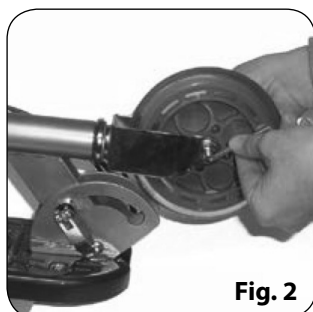

Fig. 2
3. Montar la rueda delantera, utilizando las herramientas incluidas en el kit, enroscando el tornillo/tuerca de rueda delantera. Ver Fig. 2